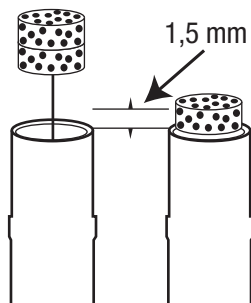

Figure 3
- Porter des gants propres et secs et placer un nouveau filtre dans l'embout porte-pointes (voir figure 3).